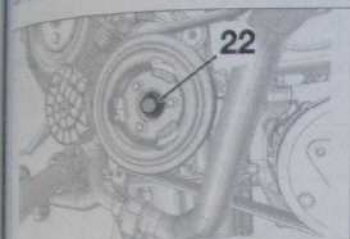
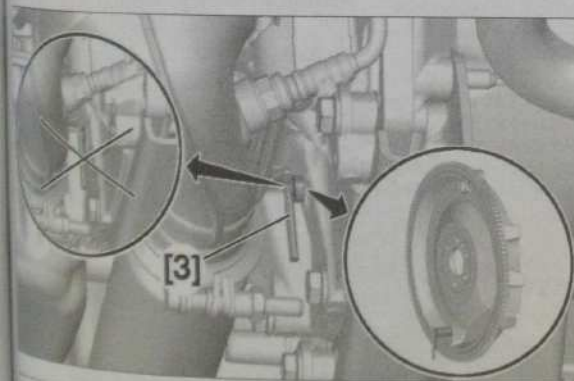

Fig. 10
Fig. 11
Positionner le vilebrequin (22) (Fig. 10) dans le sens de rotation du moteur pour permettre la mise en place de l'outil (3) (Fig. 11).
Vérifier le bon pignage du moteur en essayant de tourner la vis (22) (Fig. 10) dans le sens antihoraire.